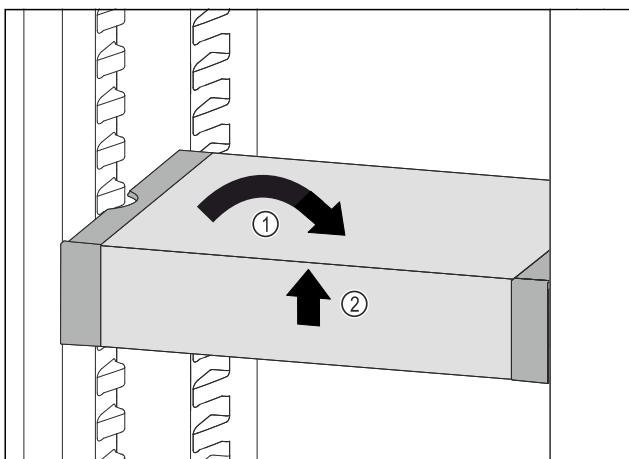

Fig. 102
- ▶ Remettre le VarioSafe droit. Fig. 102 (1)
- ▶ Soulever la partie avant du VarioSafe. Fig. 102 (2)